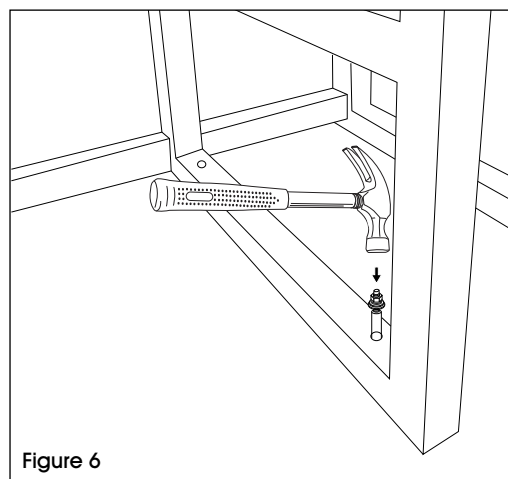

Figure 6
4. Enfoncez légèrement le boulon d'ancrage avec un marteau si nécessaire. Serrez l'écrou jusqu'à ce que le boulon d'ancrage soit fermement fixé. (Voir Figure 6)